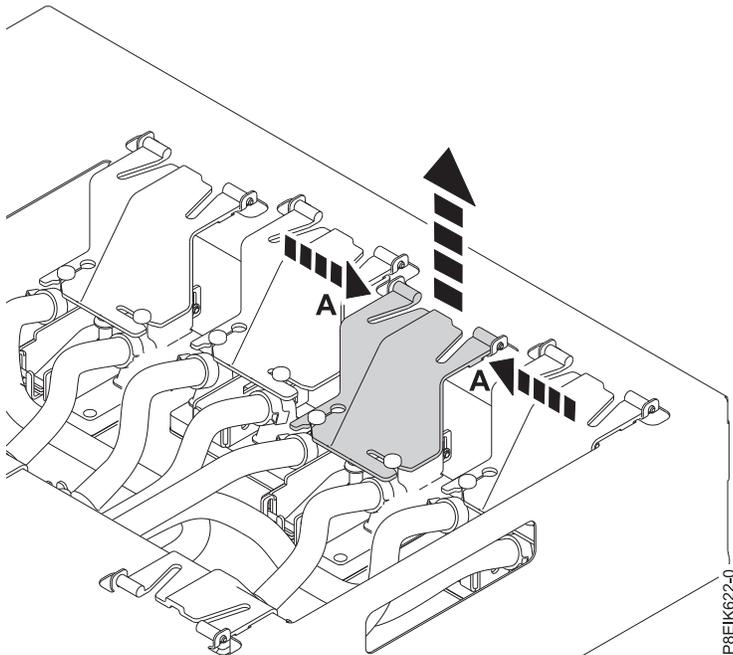

Figure 22. Retrait de la pince du support
- a. Retirez une première plaque froide de sa pince plastique. Pincez au points (A) et levez la pince pour la sortir du support (voir figure 22, à la page 20).